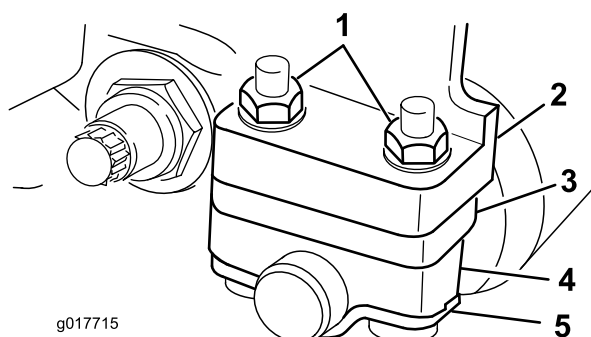

Bild 1
2. Entfernen Sie die zwei Muttern, mit denen der Rollenhalter, die Rolle, das Distanzstück und die Beilagscheibe am Montageflansch der rechten oder linken Seitenplatte befestigt ist (Bild 1). Nehmen Sie die Teile ab.